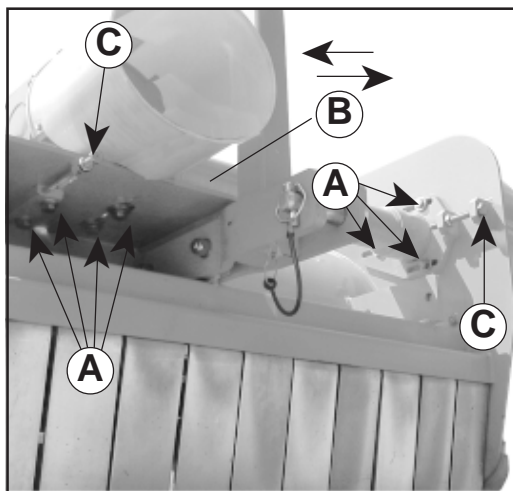

Fig. 14
- Loosen the bolts that fix the overdrive to the structure (A Fig. 14).
- Work on the two adjuster screws (C Fig. 14) in order to correctly tighten the belts.
- Die Schrauben lockern, die das Übersetzungsgetriebe an den Stahlteilen befestigen (A Abb. 14).
- Die beiden Schrauben der Einstellvorrichtung (C, Abb. 14) so einstellen, daß die Riemen korrekt gespannt werden.
- Desserrer les vis qui fixent le multiplicateur à la charpente (A Fig. 14).
- Agir sur les deux vis de réglage (C fig. 14) en faisant en sorte que les courroies atteignent la tension souhaitée ;
- Aflojar los tornillos que fijan el multiplicador al armazón (A Fig. 14)
- Con los dos tornillos de regulación (C fig. 14), tensar correctamente las correas.